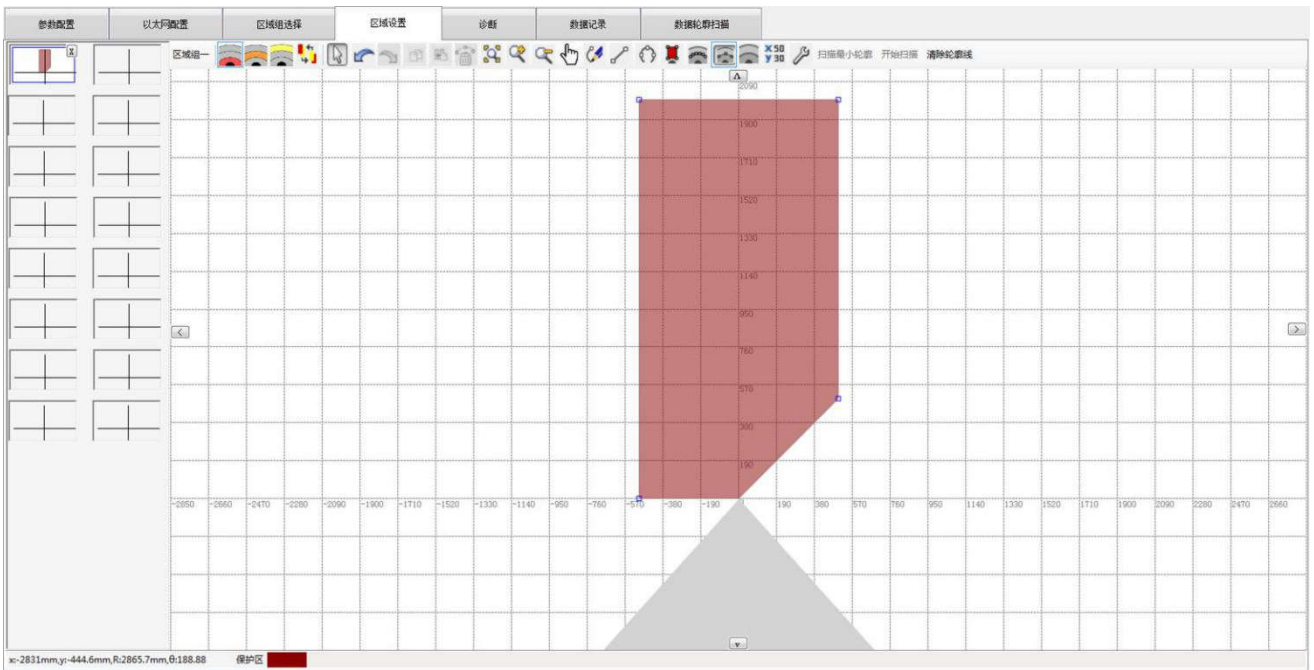

图 2.5.19 坐标修改后视图
关闭弹窗后，修改后的保护区域如图 2.5.19。
(2) 对上图 2.5.19 所示保护区进行边界点添加。点击 ，在弹窗中点击工具栏  增加，然后在右侧【坐标输入】中输入 XY 坐标 (-1000, 1000) 或者极坐标数据，如下图 2.5.20 所示：